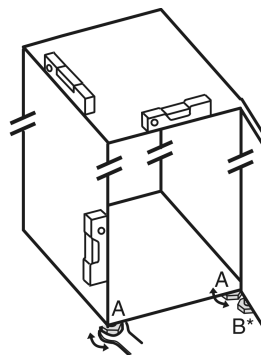

Fig. 4
- ▶ Stelvoetjes *Fig. 4 (A)* met meegeleverde steeksleutel en met behulp van een waterpas er uit draaien tot het apparaat vast en vlak is uitgelijnd.
- ▶ Stelvoetje *Fig. 4 (B)* op het lagerblok losdraaien met de bijgeleverde steeksleutel totdat deze op de vloer rust.
- ▶ Stelvoetje *Fig. 4 (B)* 90° verder draaien.